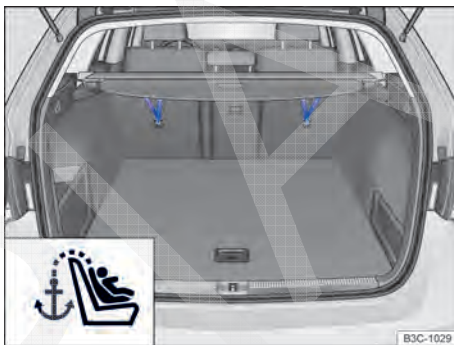

Fig. 90 Cintos de fixação superiores encaixados no compartimento de bagagem.
- Enganchar o cinto de fixação superior no compartimento de bagagem, no respectivo olhal de retenção $\Rightarrow$ Fig. 90.